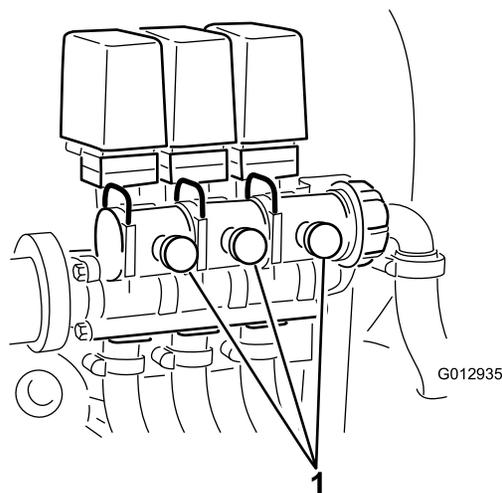

Figure 43
12. Réglez la vanne de dérivation de rampe (Figure 43) située sur le distributeur de commande de la rampe que vous avez mise hors service jusqu'à ce que la valeur indiquée au manomètre soit la même qu'au point 9.